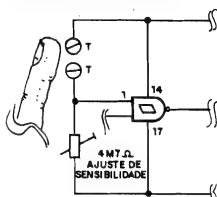

Fig.10
**FIG. 10 - AJUSTANDO A SENSIBILIDADE...** - Um válido complemento para a Experiência, consiste na anexação de um controle de SENSIBILIDADE... Se o resistor originalmente sugerido, de 10M, for substituído por um **trim-pot** (ou potenciômetro...) de, digamos, 4M7, a sensibilidade da Entrada de Autorização poderá ser modificada, de modo que - por exemplo - apenas com uma **considerável** pressão do dedo sobre os contatos T-T o ASTÁVEL entre em funcionamento...